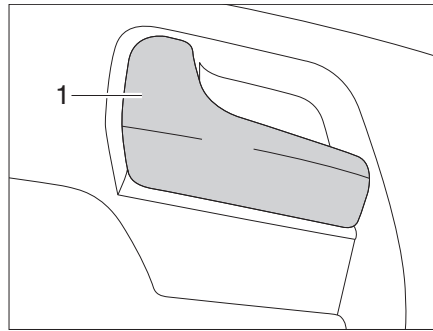

Bild 47 Türschloss Fahrertür, innen
- Am Griff (Bild 47,1) ziehen. Das Türschloss wird entriegelt.